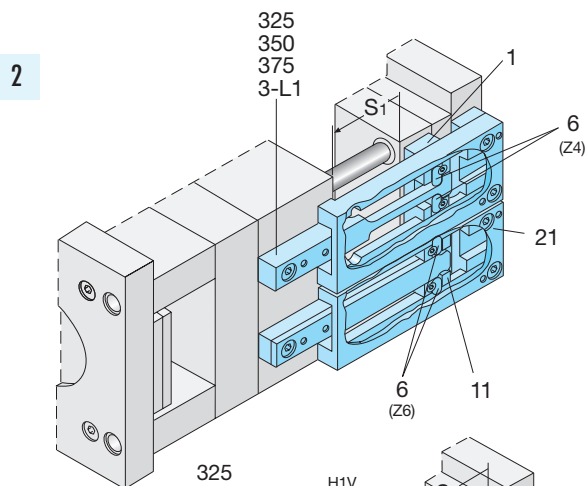

Figure 3
Déterminer la longueur de la came (21), de la barre de la came (31) et du support (102) en fonction de la construction du moule et les raccourcir le cas échéant. S'il est nécessaire de raccourcir les éléments cités ci-dessus, il faut meuler la couche de trempe des faces latérales avant la mise à longueur (voir figure 3).